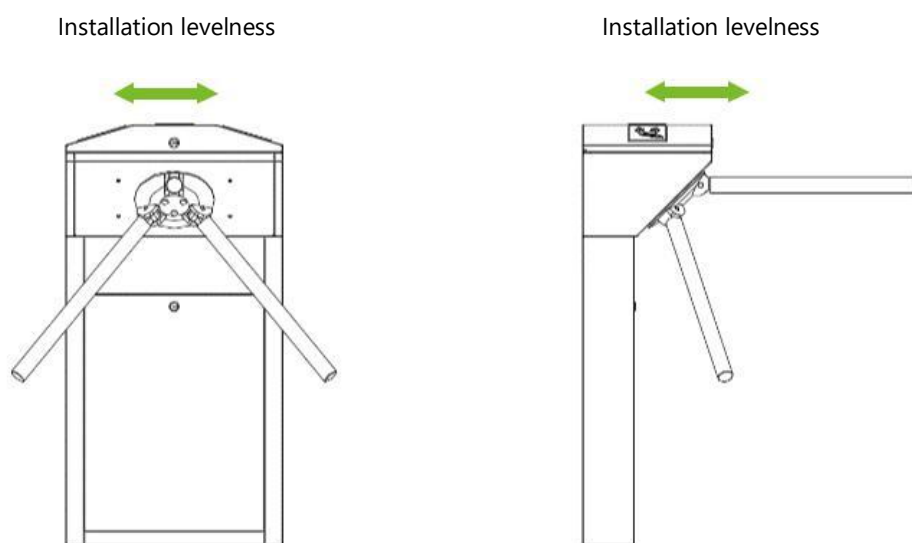

Рис. 3-5
3. Начинайте закреплять турникет на необходимом месте, следите за ровностью по осям указанным на Рис. 3-5.